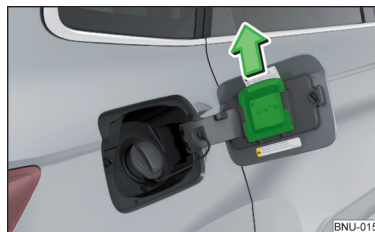

Fig. 296
- Abrir la tapa del depósito de combustible y retirar el rascador de hielo en el sentido de la flecha » fig. 296. ▶